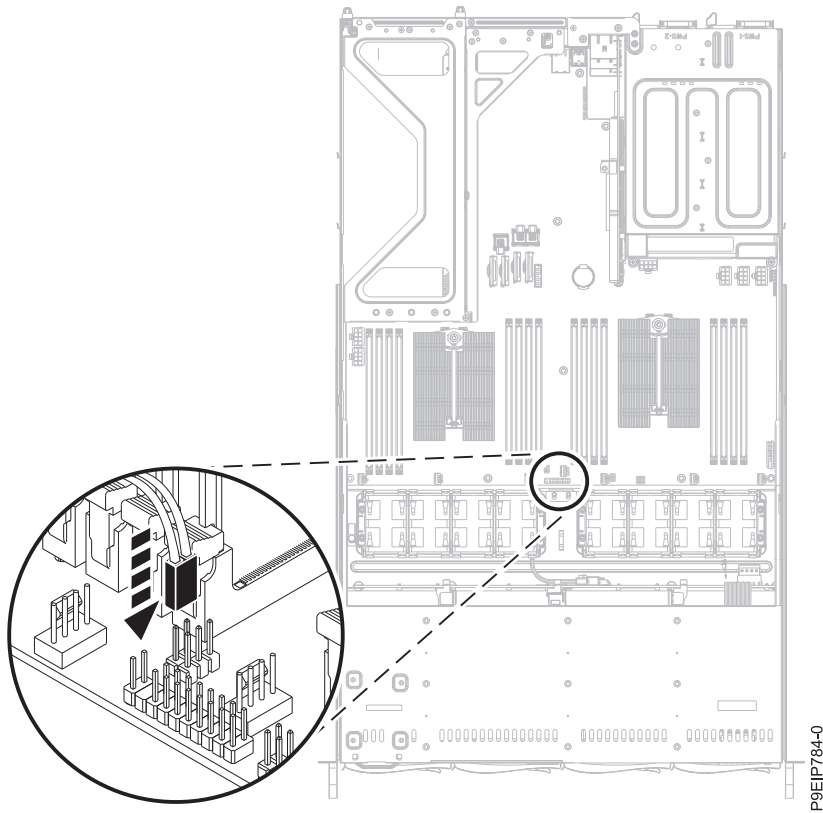

Figure 51. Remise en place du câble de commutation de couvercle
20. Remettez en place le câble de commutation de couvercle dans le fond de panier système, comme indiqué dans la figure 51, à la page 53.